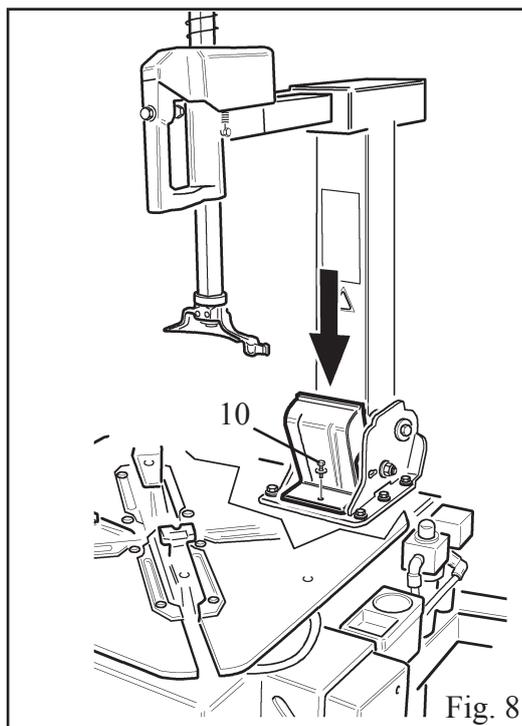

Fig. 8
plastica come mostrato in Fig. 8.
Visser la vis et la rondelle (10) pour fixer la partie en plastique comme indiqué en fig. 8.
*Die Mutter (7) **anschrauben aber nicht anziehen, um die korrekte reibungslose Arbeitsweise Zylinders zu ermöglichen.***
Die Schraube und die Beilagsscheibe (10) anziehen, um die Kunststoffverkleidung zu befestigen. Abb.8